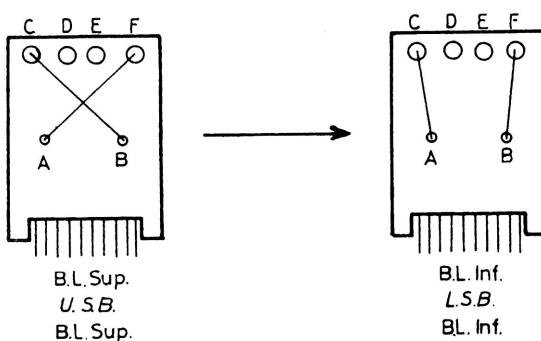

Fig.6.3.2
- Dessouder le fil arrivant sur le plot C et le ressouder en F (Fig. 6.3.2).
- Unsolder the wire arriving on the plot C and solder it again on F (fig. 6.3.2.)
- Desoldar el hilo llegando en el contacto C y soldarlo en F (fig. 6.3.2)